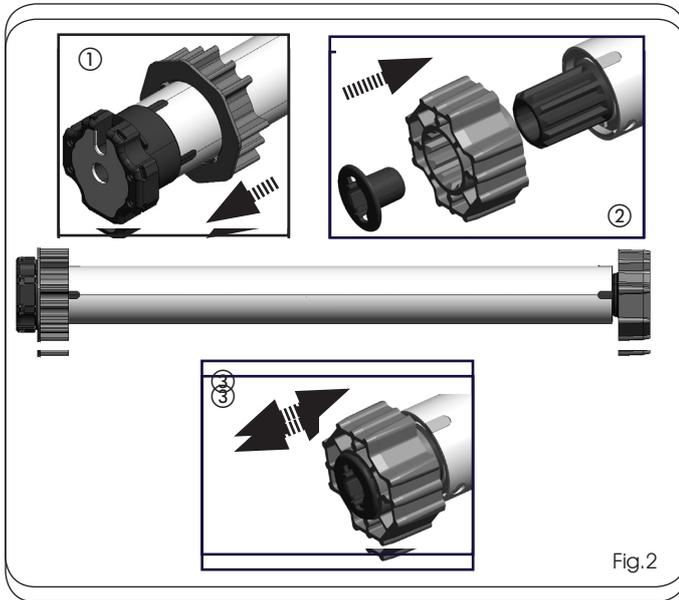

Fig.2
- 1) Insérer l'adaptateur à couronne (Fig. 2 réf. ①) dans le moteur tubulaire, jusqu'à l'introduction complète de ce dernier à l'intérieur du guide présent sur la bague de fin de course.
- 2) Insérer l'adaptateur à roue (Fig. 2 réf. ②) dans l'arbre du moteur.
- 3) Bloquer l'adaptateur avec l'arrêt fourni (Fig. 2 réf. ③)
- 4) Vérifier que l'adaptateur soit bien fixé (Fig. 2 réf. ③)